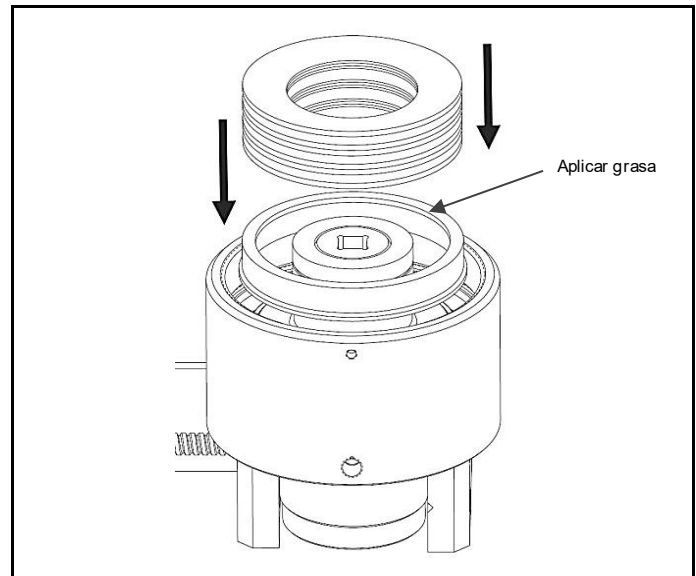

Fig. 4.6 Introducir el inserto del resorte y los resortes de disco, teniendo en cuenta el orden correcto
- Asegúrese de colocar los resortes de disco en el mismo orden. (Fig. 4.6)